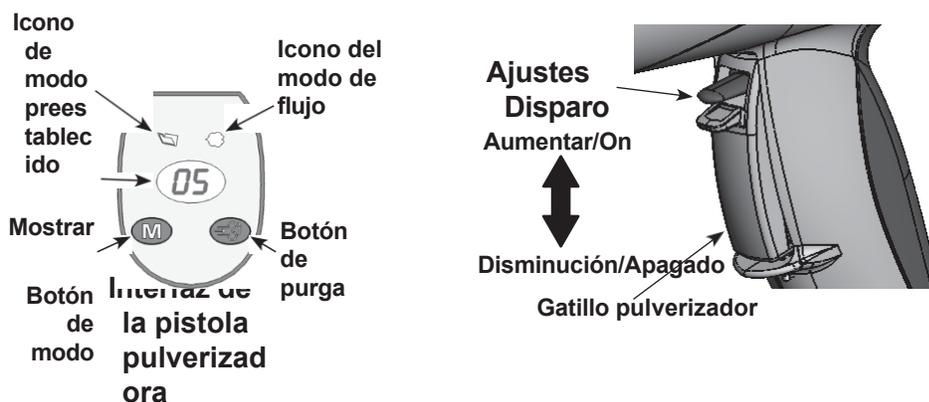

Figura 4 Controles de la pistola
1. Véase la figura 4. Suelte el pulserización. Los preajustes no pueden cambiarse mientras la pistola está disparada.
1. Véase la figura 4. Mantenga pulsado el botón de **Modo** hasta que se encienda el icono de **Modo de Flujo**.
1. Véase la figura 4. Apunte la pistola hacia la cabina y suelte el gatillo de pulverización.